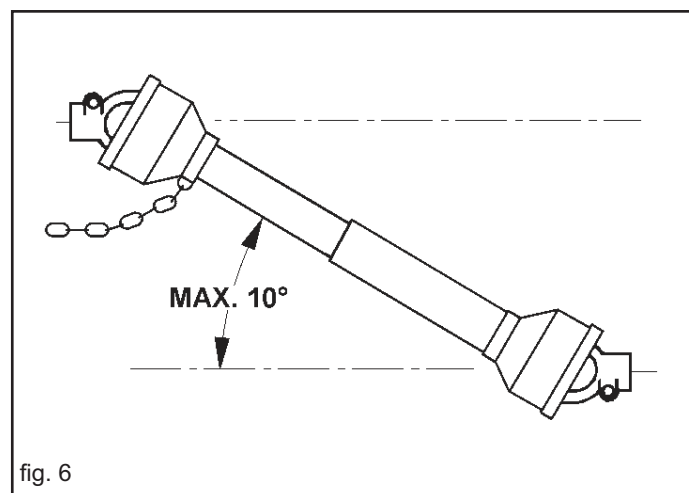

fig. 6
- 49) Decuplați întotdeauna priza de forță când axul cardanic depășește un unghi de 10 grade (Fig. 6) și când nu este folosită.